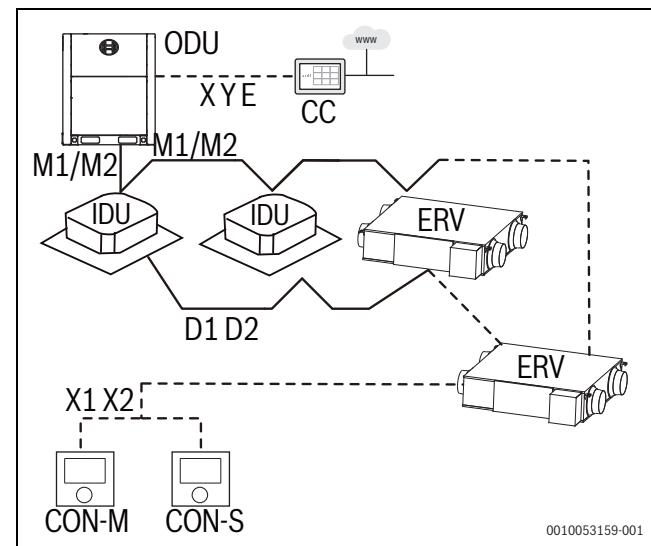

fig. 18 Disa ERV me një ose më shumë njësi të brendshme
- Një grup deri në 16 ERV të kombinuara ose njësi të brendshme të rregullta të kontrolluara nga një ose dy rregulator (kryesor/dytësor) (→ fig. 18).